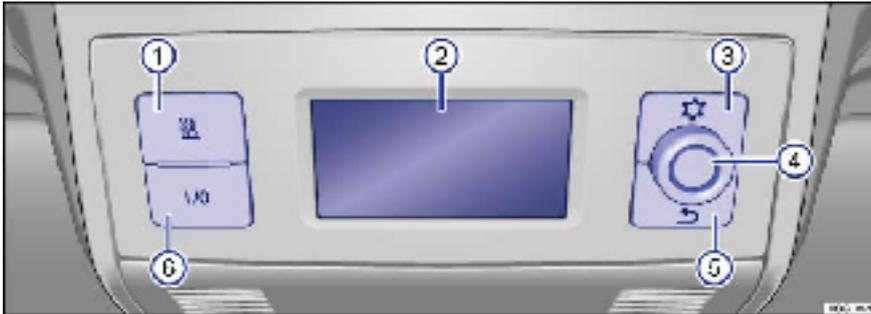

Fig. 25 Dans le ciel de pavillon : éléments de commande de l'unité de commande centrale avec affichage d'accueil
⇒ Fig. 25
- Tournez le bouton-poussoir rotatif ⇒ Fig. 25④ pour repérer une fonction ou un sous-menu ou pour modifier une valeur.
- Appuyez sur le bouton-poussoir rotatif de l'unité de commande centrale ⇒ Fig. 25 ④.
- Modifiez les chiffres clignotants en tournant le bouton-poussoir rotatif ④, puis validez en appuyant dessus.
- Appuyez sur le bouton-poussoir rotatif de l'unité de commande centrale → Fig. 25 ④.
- Modifiez les chiffres clignotants en tournant le bouton-poussoir rotatif → Fig. 25④, puis validez en appuyant dessus. L'ancienne heure de minuterie est automatiquement écrasée.